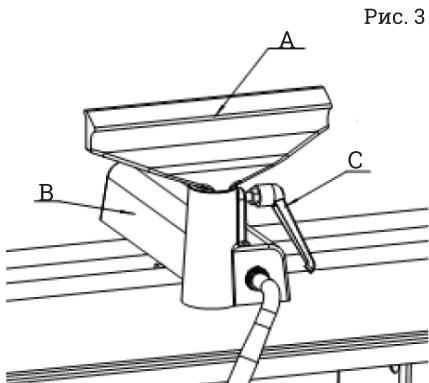

Рис. 3
Закрепить подручник (A) на каретке (B), затянув рукоятку (C) (рис. 3).